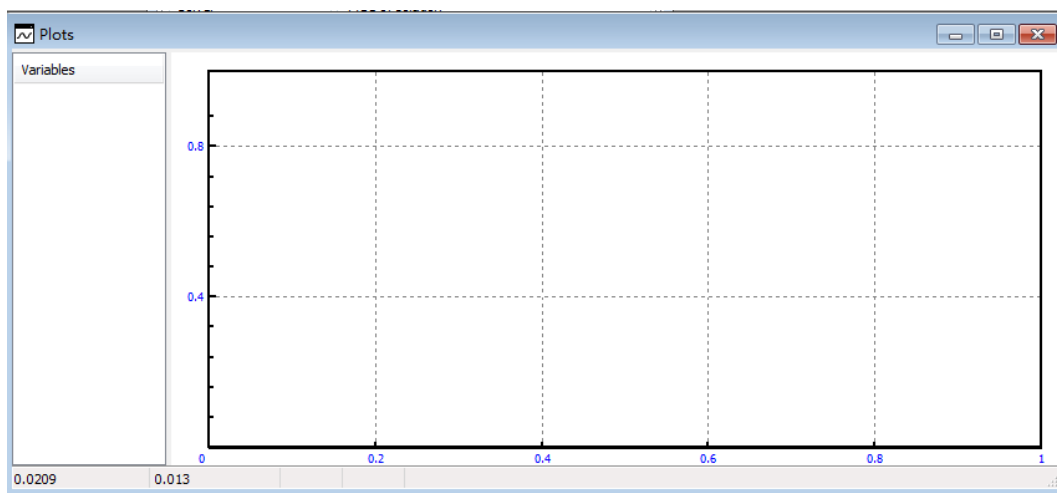

图 2-68
- 10) 选择主菜单 **Tools** → **Graphical window...** 打开一个绘图窗口 (或点击工具栏按钮 ) , 用鼠标调整其大小和位置, 如图 2-68。